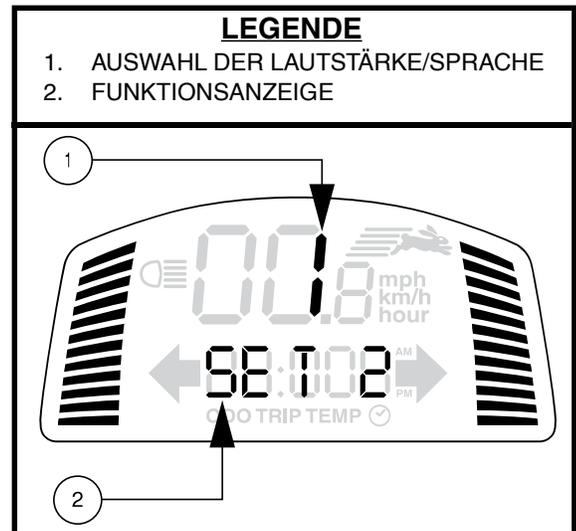

Abb. 5. Anzeige der Lautstärkeeinstellung
HINWEIS: Die Blinker sind so eingestellt, dass sie sich nach 15 Sekunden automatisch abschalten. Während der Blinker aktiv ist, ertönt ein Warnton. Siehe Abbildung 5 für die Einstellung der Lautstärke.
HINWEIS: Wenn die 4-Wege-Blinker blinken, ertönt für die Dauer der eingeschalteten Warnblinker zusätzlich ein Warnton. Siehe Abbildung 5 für die Einstellung der Lautstärke.
- Drücken Sie den High-Low-Knopf einmal, um die Geschwindigkeit auf „High“ („Hoch“) einzustellen. Die High-Low-Anzeige wird auf dem LCD-Bildschirm angezeigt. **Siehe Abb. 5.** Wenn Sie diese Einstellung zusammen mit den Einstellungstasten für die Geschwindigkeit verwenden, kann das Elektromobil Geschwindigkeiten bis zur voreingestellten Maximalgeschwindigkeit des Elektromobils erreichen.
Mit Hilfe dieser Einstellknöpfe können Sie die Geschwindigkeit Ihres Elektromobils vorauswählen und begrenzen. Angezeigt wird sie in der Anzeige für die Maximalgeschwindigkeit auf dem LCD-Bildschirm. **Siehe Abb. 5.**
Die Lautstärke der Warnblinker, der Hupe, des Signaltons bei geringer Spannung, der Blinker und der Piepstöne bei Fehlermeldungen kann separat erhöht, reduziert oder ausgeschaltet werden. **Siehe Abb. 5.**